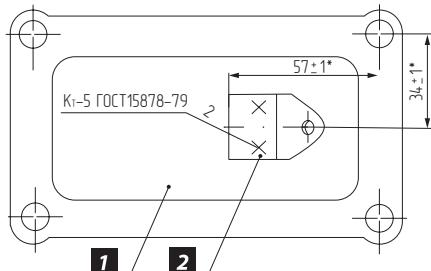

Рис. 17
5. Кронштейн оттяжной пружины (из комплекта) приварите или закрепите болтами к крышке люка установки механизма, как показано на Рис. 17.